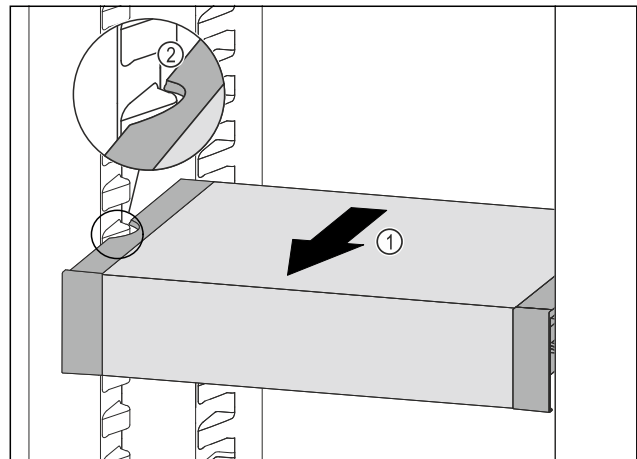

Fig. 57
- ▶ VarioSafe naar voren trekken Fig. 57 (1), tot de uitsparingen aan de zijkant van de VarioSafe zich ter hoogte van de rib in het koelgedeelte bevinden. Fig. 57 (2)